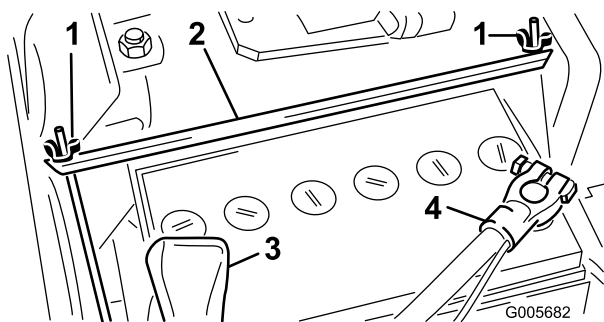

Figura 6
2. Retire as duas porcas de orelhas e a cinta de fixação que segura a bateria (Figura 6). Levante a bateria para fora do chassis. Guarde ambas as porcas de orelhas e a cinta de fixação num local seguro para utilização posterior.